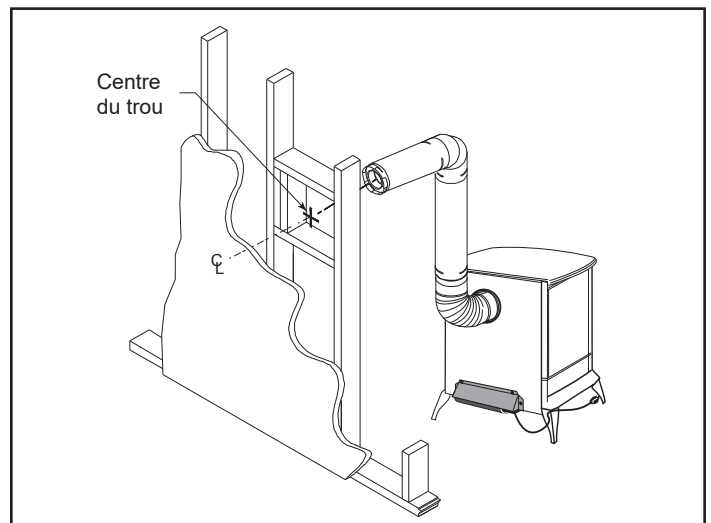

Figure 3.25
**Étape 3** – Une fois que l'adaptateur de l'appareil et la section de conduit sont rattachés, faites glisser le poêle à l'emplacement correct. Marquez un trou carré de 254 x 254 mm (10 x 10 po) sur le mur. La ligne centrale du conduit doit être alignée sur le centre du trou carré (figure 3.25). Découpez et encadrez un trou carré dans le mur extérieur là où le conduit de ventilation se terminera. Si le mur traversé est entièrement fait de matériaux incombustibles, par exemple en tuiles de maçonnerie, en brique ou en béton, un trou avec un dégagement nul est acceptable.